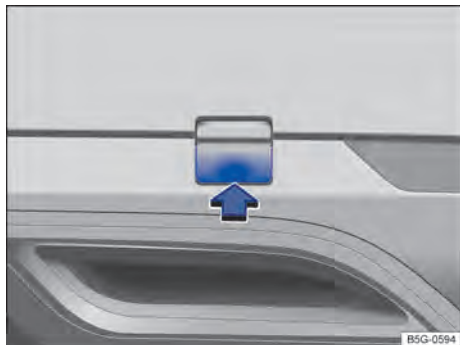

Fig. 176 En el lado derecho del paracolpes trasero: retirar la tapa.
- Presione sobre la zona inferior de la tapa → fig. 176 en el sentido de la flecha para desenscastrar esta.